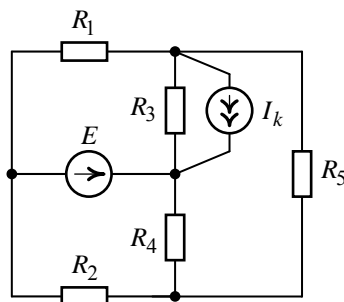

Рис. 5.5
Методом узловых потенциалов определить токи во всех ветвях схемы, изображенной на рис. 5.5. Заданы $E = 40 \text{ В}$, $I_k = 0,1 \text{ А}$, $R_1 = 100 \text{ Ом}$, $R_2 = 25 \text{ Ом}$, $R_3 = 50 \text{ Ом}$, $R_4 = 200 \text{ Ом}$, $R_5 = 20 \text{ Ом}$.
1. Схема (рис. 5.5) содержит семь ветвей ($m_b = 7$), четыре узла ($n_y = 4$), одну ветвь с источником тока ($m_t = 1$).